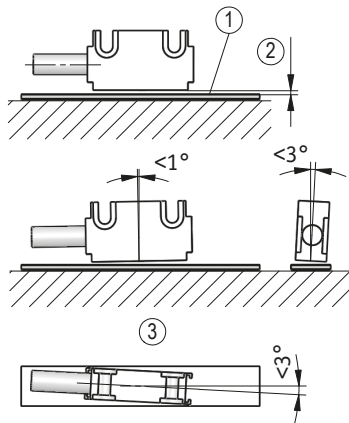

Abb. 7: Montage Sensor/Magnetband, Abstandsmaße, Toleranzen
- Die Abstandstoleranzen wurde nicht über die gesamte Messstrecke eingehalten (siehe Abb. 7).
- Der Magnetsensor ist mit der aktiven Seite vom Band abgewandt montiert (siehe Abb. 7).
- Der Magnetsensor wurde nicht, entsprechend Abb. 7 ausgerichtet.